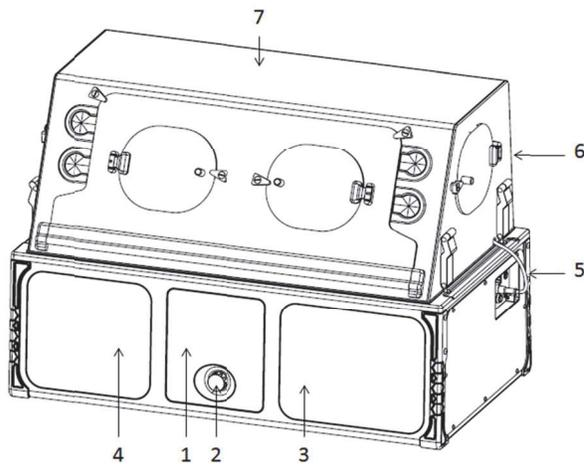

Abbildung 3-1 Vordere ISO-Ansicht
2. Wenn der Transportinkubator an Wechselstrom angeschlossen ist, drücken Sie auf das Rad (**Abbildung 3-1**, Punkt 2), um den Transportinkubator einzuschalten. Der Transportinkubator führt einen Selbsttest nach dem Einschalten durch und testet den akustischen Alarm. Stellen Sie sicher, dass der Fortschrittsbalken für den Selbsttest nach dem Einschalten angezeigt wird und dass der akustische Alarm gehört werden kann. Vergewissern Sie sich, dass das Wechselstromsymbol und das Symbol für die Stromversorgung der Batterie nach Abschluss des Tests in der oberen linken Ecke angezeigt werden.